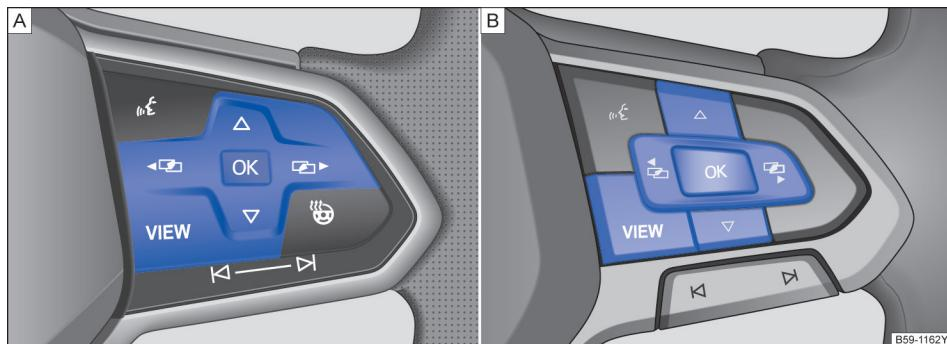

图 20 多功能方向盘右侧：用于操作信息显示器中菜单的按钮
- 若显示屏显示一条信息或车辆图形符号，按压多功能方向盘上的按钮 **OK** → 图 20，可能需按数次按钮。
- 如需浏览选择菜单，按压按钮  或  → 图 20
- 如需打开选择菜单里的菜单显示项或信息显示项，按压多功能方向盘上的 **OK** 按钮 → 图 20，或等待数秒钟，直至系统自动打开菜单或显示信息。
- 在多功能方向盘上按压箭头按钮  或  → 图 20, 直到选中所需的菜单项为止。
- 按压多功能方向盘上的  按钮→图 20, 进行所需更改。✓表示所选的某个特定系统或功能处于激活状态。
- **用多功能方向盘返回:** 按压  或  图 20 即可返回选择菜单。